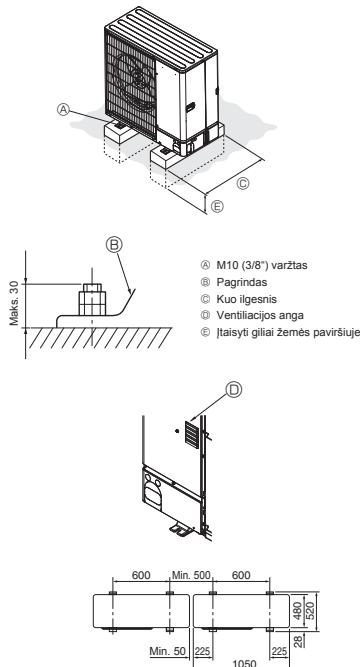

Fig. 3-1
- Irenginį sumontuokite ant tvirtą, lygaus paviršiaus, kad jam veikiant nesigirdėtų barksėjimo. (Fig. 3-1)